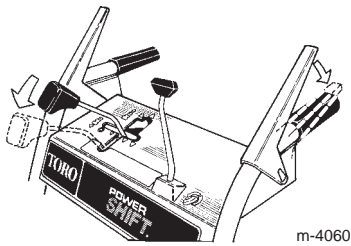

Figure 21
2. Déplacez la commande de changement de vitesse à fond vers l'avant à la position Power Shift et maintenez-la à cette position (Fig. 21).
3. Engagez complètement le levier de commande de déplacement pour placer les roues dans l'autre position (Fig. 21 et 22).